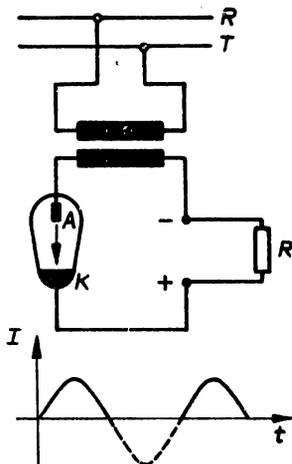

Bild 52: Einphasen-Quecksilberdampfgleichrichter mit einer Anode
**Die Sekundärwicklung eines Transformators, der die Netzspannung auf die erforderliche Betriebsspannung des Quecksilberdampfgleichrichters transformiert, liegt entsprechend Bild 52 mit dem Gleichrichter und dem Verbraucher in Reihe. Bei genügend hoher Erhitzung der Kathode entsteht der erforderliche Quecksilberlichtbogen zwischen der Kathode und der Anode, der**